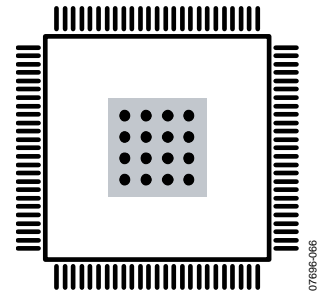

图61. 裸露焊盘布局示例—俯视图
- 应设置通孔以连接所有铜层，实现有效散热和导电。例如，图61显示焊盘区域中有16个通孔，这些通孔以4×4网格形式排列。